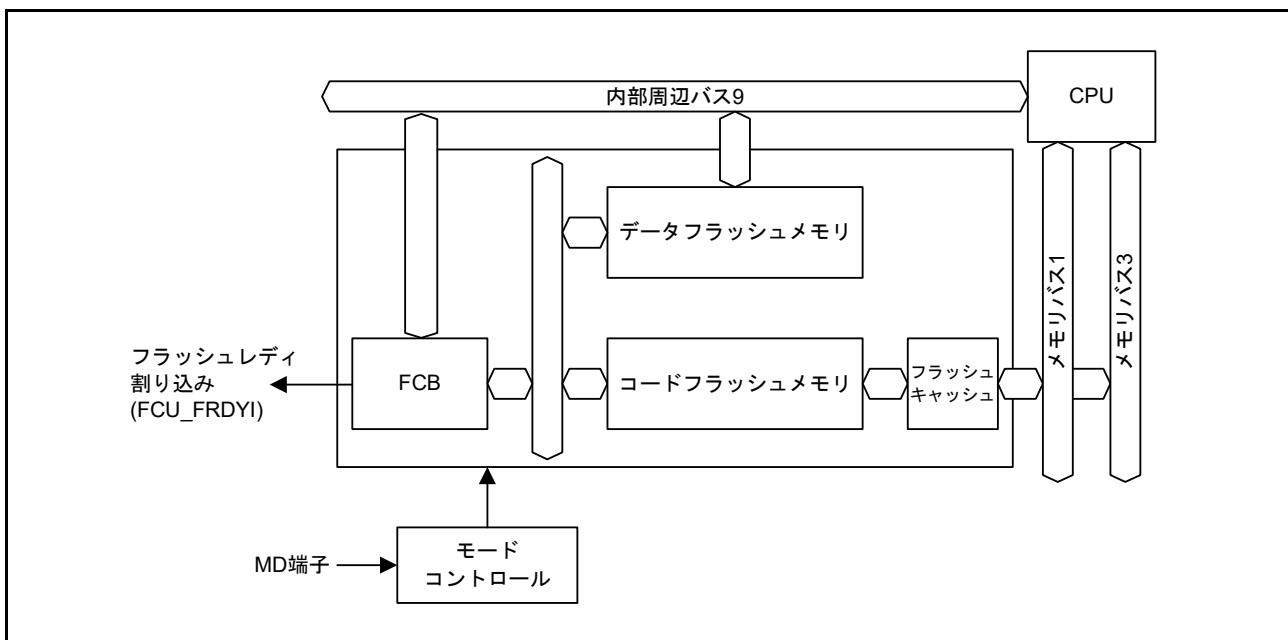
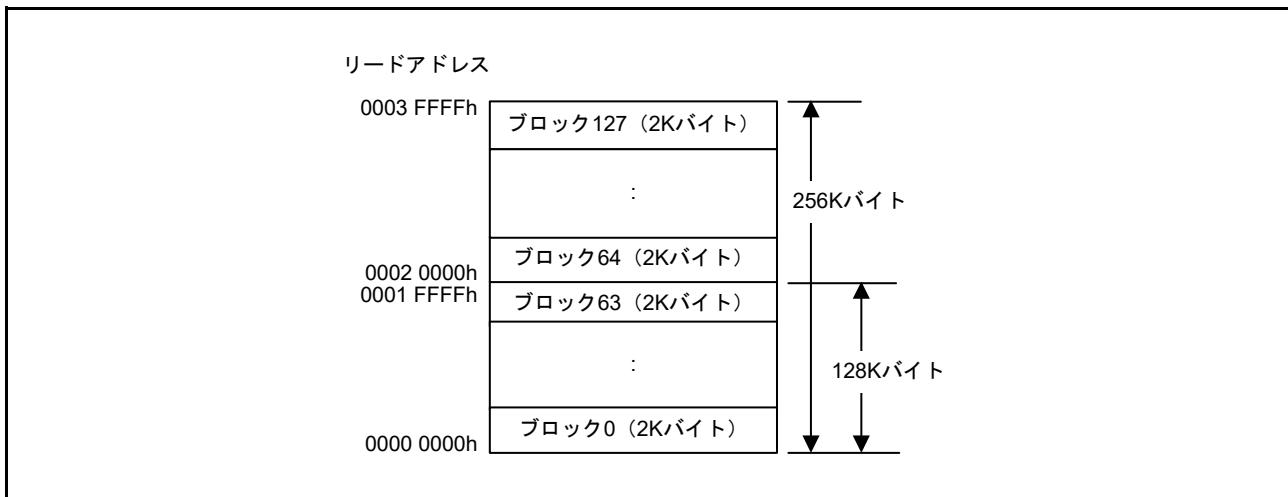
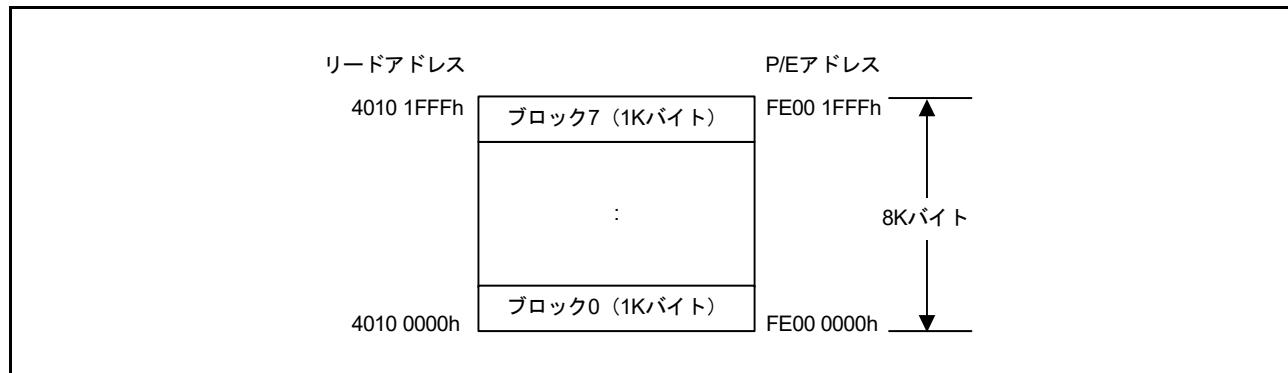

図 44.1 フラッシュメモリ関連モジュールのブロック図
図 44.2 コードフラッシュメモリマッピング
図 44.3 データフラッシュメモリマッピング
**表 44.1** に、コードフラッシュメモリとデータフラッシュメモリの仕様を、**図 44.1** に関連モジュールのブロック図を示します。**図 44.2** にコードフラッシュメモリの構成を、**図 44.3** にデータフラッシュメモリの構成を示します。
図 44.2 にコードフラッシュメモリのマッピングを、表 44.2 にコードフラッシュメモリのサイズ別のリードアドレスおよびプログラム／イレース（P/E）アドレスを示します。コードフラッシュメモリのユーザ空間は2KBのブロックに分割されており、各ブロック単位でイレース可能です。ユーザ領域は、ユーザプログラムの格納に使用できます。
データフラッシュメモリのデータ領域は 1KB のブロックに分割されており、各ブロック単位でイレース可能です。図 44.3 にデータフラッシュメモリのマッピングを、表 44.3 にデータフラッシュメモリのサイズ別のリードアドレスと P/E アドレスを示します。